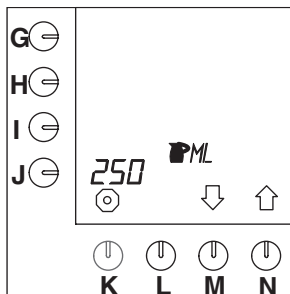

Fig. 36 Indhold af kande
- Tryk på valgknappen (N.)↑, indtil fig. 36 vises i displayet